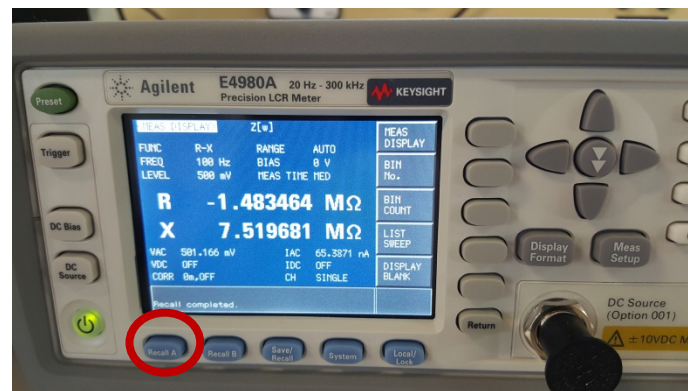

Figure 6: Panel de configuration du LCR-meter ; configuration R-X avec 20 valeurs de fréquences préétablies
Configurer le LCR-meter pour mesurer la partie réelle (R) et imaginaire (X) de l'impédance complexe en fonction de la fréquence. Acquérir 20 fréquences différentes entre 20Hz et 300KHz. Vous pouvez faire appel à la configuration préétablie avec la touche « Recall A » (voir figure 6).